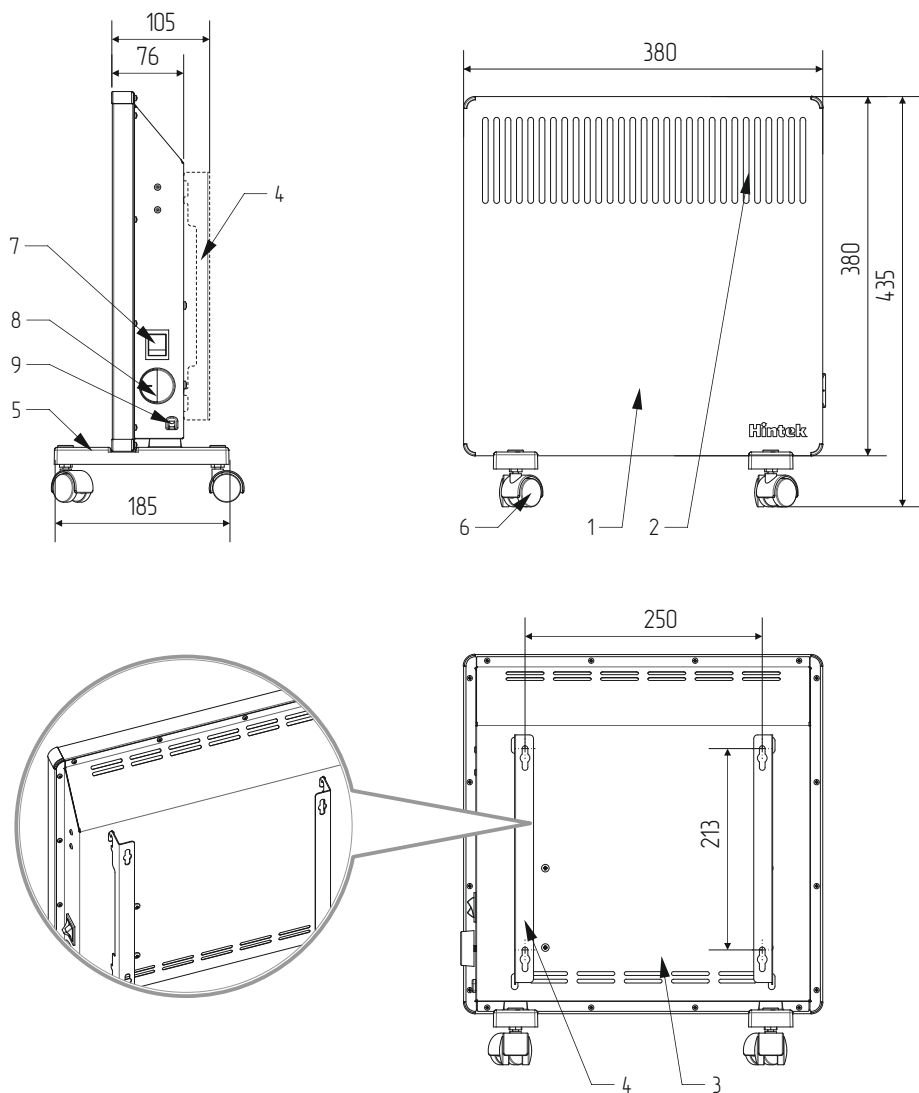

Рисунок 3.
6.3. Для настенного монтажа конвектора следует с помощью уровня и рулетки (линейки) разметить на стене отверстия. Межцентровое расстояние посадочных отверстий указано на чертеже (см. рис. 3, 4).
**ОБРАТИТЕ ВНИМАНИЕ** на правильное расположение кронштейнов (см. рис. 3, 6).